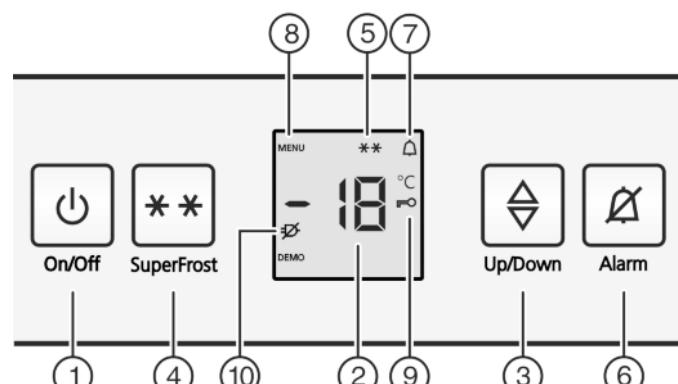

Fig. 2
- Stlačte tlačidlo On/Off Fig. 2 (1).
- Aktivácia režimu nastavenia: Tlačidlo SuperFrost Fig. 2 (4) stlačte na cca 5 sekúnd.
► Na indikátore sa zobrazí symbol Menu Fig. 2 (8).
► Tlačidlom SuperFrost Fig. 2 (4) krátko potvrďte.
► Na indikátore svieti symbol detská poistka Fig. 2 (9).
► Krátko stlačte tlačidlo On/Off Fig. 2 (1).
► Symbol detská poistka Fig. 2 (9) zhasne.
- Stlačte tlačidlo Alarm Fig. 2 (6).
Súčasne bliká indikátor teploty a symbol Alarm Fig. 2 (7).
Tónové varovanie automaticky stichne, symbol Alarm Fig. 2 (7) zhasne a indikátor teploty prestane blikáť, ak je teplota opäť dostatočne nízka.